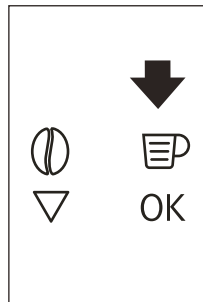
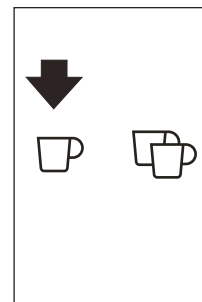
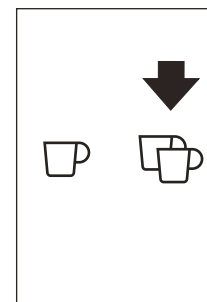

Fig. 18
Fig. 19
Fig. 20
- ▶ Apăsați pe pictograma (B5) (Fig. 18) pentru a selecta tipul de cafea: espresso, ceașcă mică, ceașcă medie, ceașcă mare, cană. Atingeți tasta ☉ (B10) (Fig. 19) dacă doriți să preparați o cafea și tasta ☉☉ (B11) (Fig. 20) dacă doriți să preparați două cafele. Aparatul râșnește cafeaua și începe să distribuie cafeaua preparată în ceașcă. După ce a fost distribuită cantitatea de cafea setată, mașina oprește automat distribuția și elimină zațul de cafea în recipientul pentru zațul de cafea.